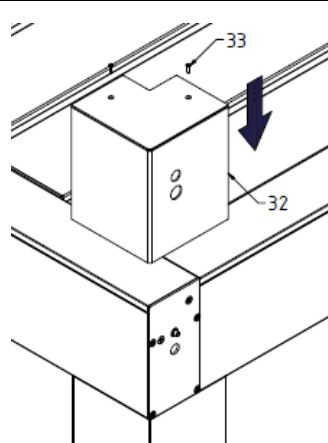

Fig. 31
36. Fixer les cadres (32) sur les angles de la pergola avec les 2 vis ISO 7050 - ST2,9x13 (33) fournies dans les accessoires - Fig.31. Dans l'angle où se trouve l'unité de commande, installer le cadre pré-percé avec des trous supplémentaires sur le câble d'alimentation.